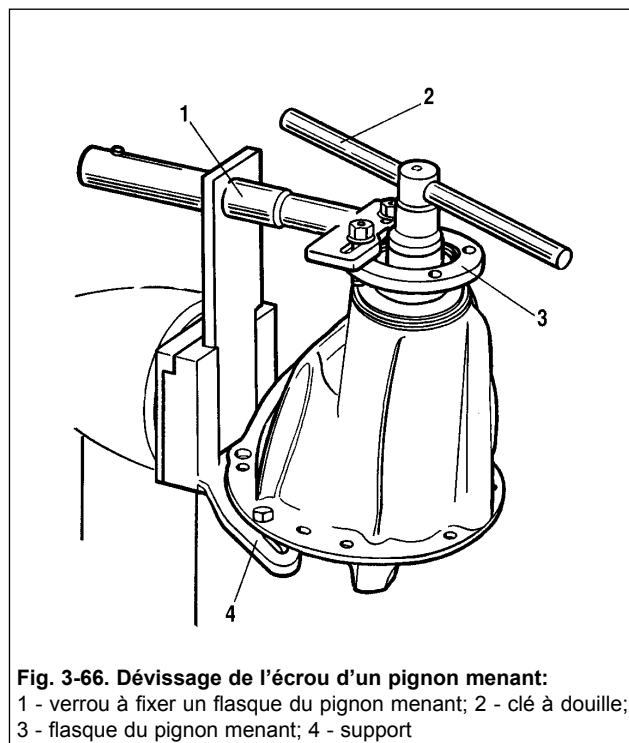

Fig. 3-66. Dévissage de l'écrou d'un pignon menant:
- faire retourner le carter du réducteur de façon que son nez soit en l'air (fig. 3-66) et en retenant le flasque 3 du pignon d'attaque par l'arrêtoir 1, dévisser l'écrou fixant le flasque par la clé 2.